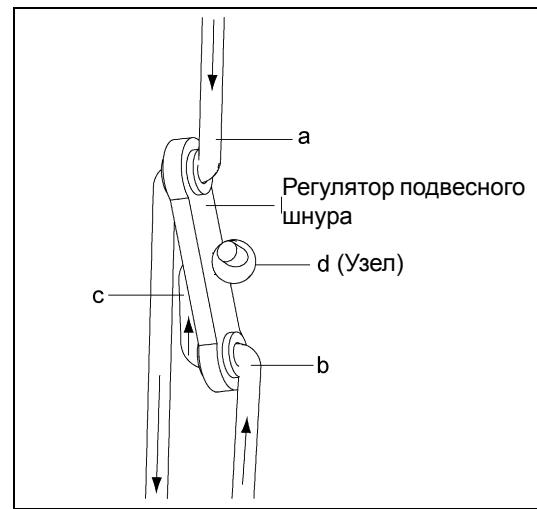

Рисунок 6D
- а. Вставьте подвесной шнур через верхнюю часть внешнего отверстия в регулятор подвесного шнура (а). Направьте шнур через верхнее отверстие монтажного кронштейна регулятора, а затем назад через нижнее отверстие в регуляторе шнура (б). Выведите шнур через среднее отверстие регулятора шнура (с) и завяжите его узлом (д). *(См. Рисунок 6D.)*